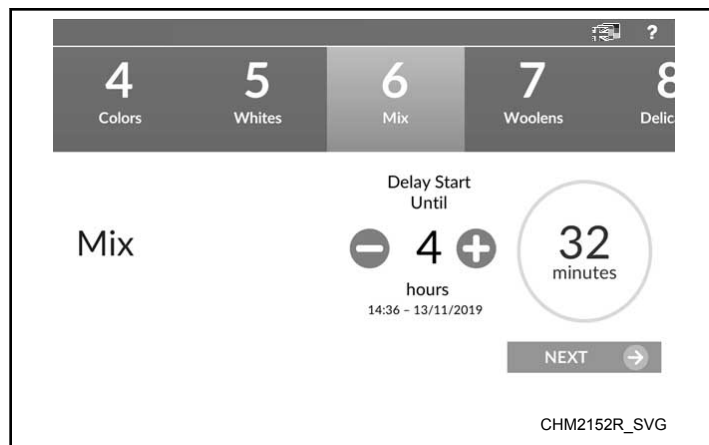

Figure 21
2. Appuyez longuement sur le cercle Départ à l'écran Présélection Cycle pour sélectionner la fonction de départ différé. L'écran Départ Différé s'affiche. Voir Figure 21. Sélectionner un autre cycle de lavage permet d'annuler le Départ Différé.